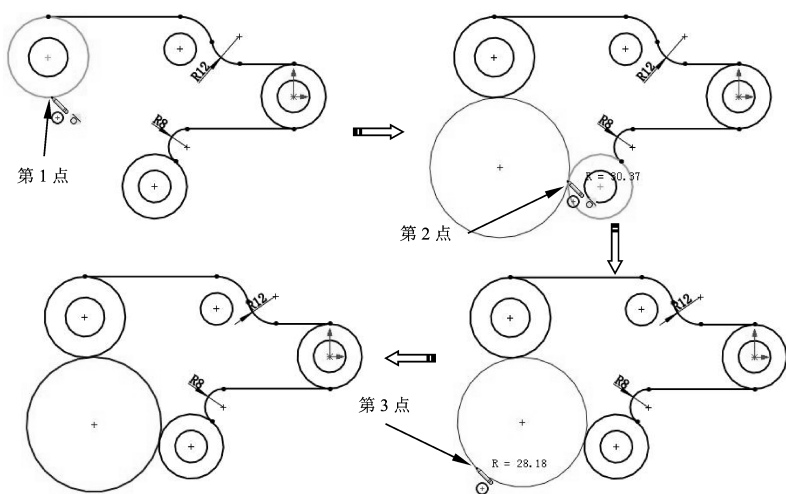

图 2-23 绘制周边圆
- 11 单击【周边圆】按钮，然后创建一个圆。暂且不管圆大小，但要与附近的 2 个圆公切，如图 2-23 所示。